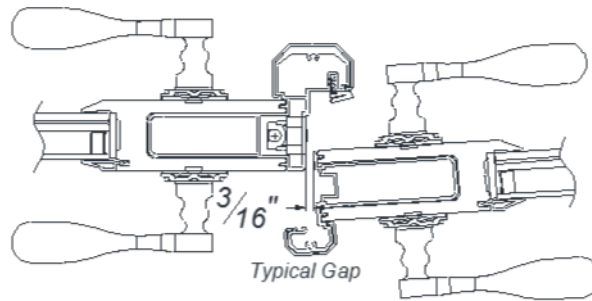

Figura 12
27. Verifique la alineación de la puerta. Si es una sola puerta, verifique el marco del jamba. Si es una puerta doble, verifique contra el panel inactivo. 3/16" del espacio debe estar mostrando el panel activo que esté entreabierto (Figura 12).